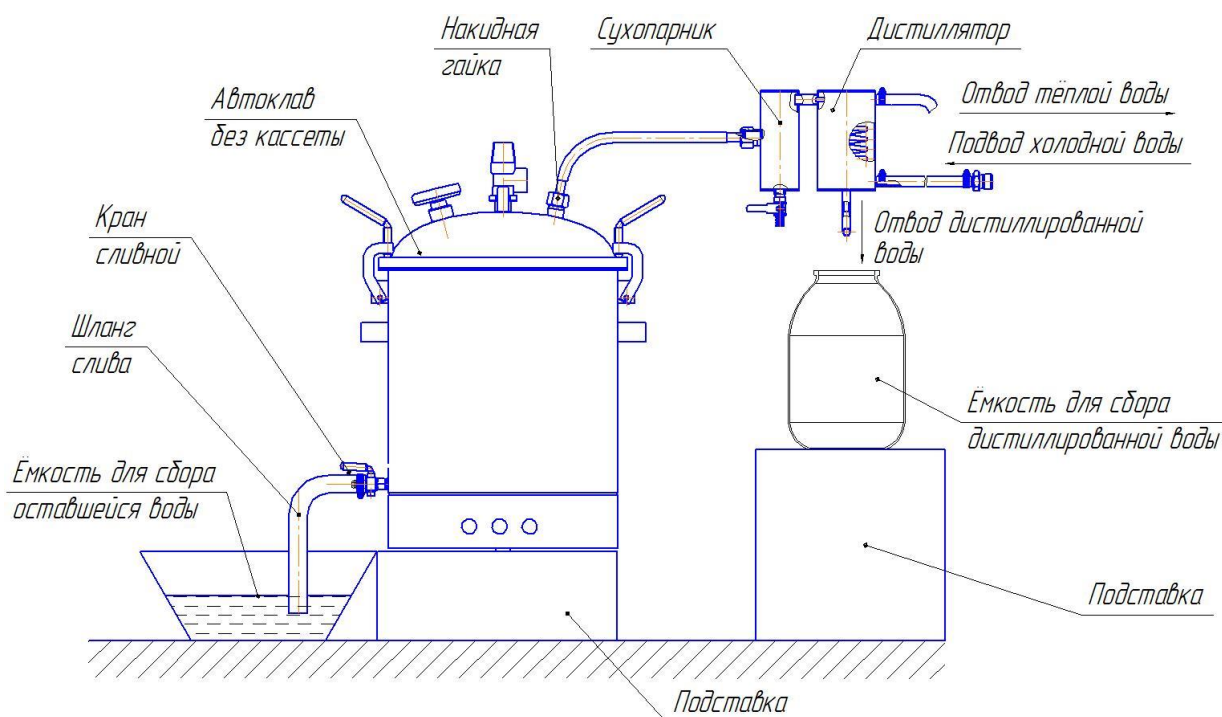

Рис. 4 Автоклав в сборе с дистиллятором.
6.6. Собрать дистиллятор (рис. 4), при помощи накидной гайки соединить его с автоклавом, предварительно вывернув манометр 16 (рис. 1). Соединить дистиллятор трубкой с краном, а второй трубкой со сливом (раковина, ванна и т.п.) Проверить плотность всех соединений трубок и крышки автоклава.
6.11. При появлении пара из конца отводящей трубки открыть водопроводный кран и заполнить рубашку конденсатора водой до выхода её из сливной трубки (рис. 4).
6.12. При появлении первых капель дистиллированной воды из отводящей трубки (рис. 4) отрегулировать расход воды через конденсатор так, чтобы из отводящей трубки не выходил пар. Поддерживать постоянную температуру воды в корпусе автоклава с помощью выключения и включения ТЭНа.
6.13. При получении необходимого количества дистиллированной воды необходимо отключить автоклав переключив рычажок 2 в положение «Выкл.», и дождаться прекращения процесса кипения в автоклаве. При этом перестает капать вода из отводящей трубки (рис. 4).